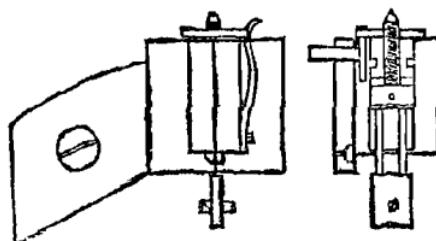

Рис. 213. Подвижной пендельфедер.
2) подвес на подвижном пендельфедере (рис. 213), при котором положение точки сгиба пружины остается неизменным.